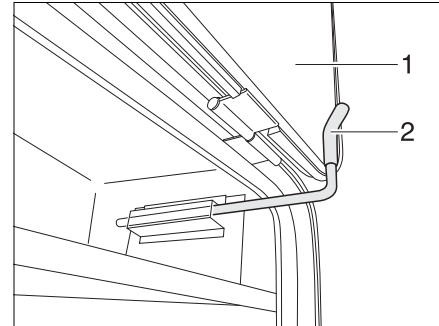

Fig. 44 Crochet de sécurité du portillon extérieur, position de blocage
- Ouvrir le portillon extérieur (Fig. 44,1) et le rabattre vers le haut contre la paroi du véhicule.
- Tourner le crochet de sécurité (Fig. 44,2) vers le haut et coincer le portillon extérieur (Fig. 44,1) derrière celui-ci.
- Tirer le crochet de sécurité (Fig. 44,2) et le tourner vers le bas.